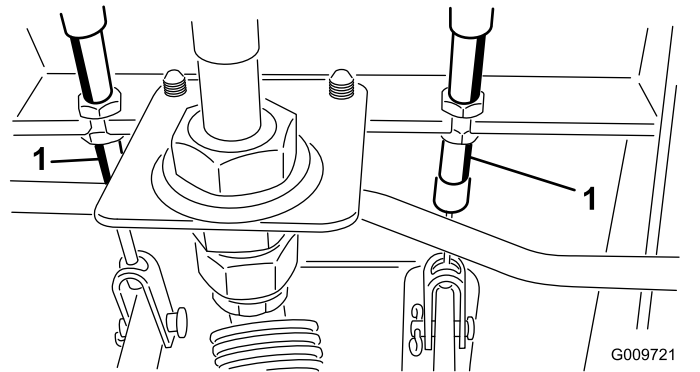

Figura 113
- A. Allentate il dado anteriore sull'estremità filettata del cavo del freno (Figura 113).